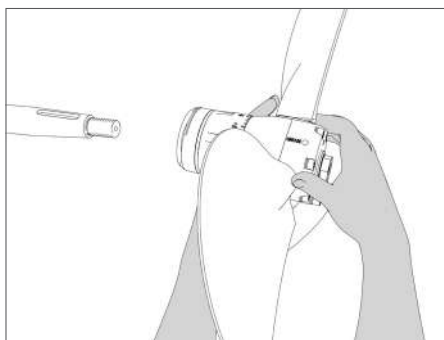
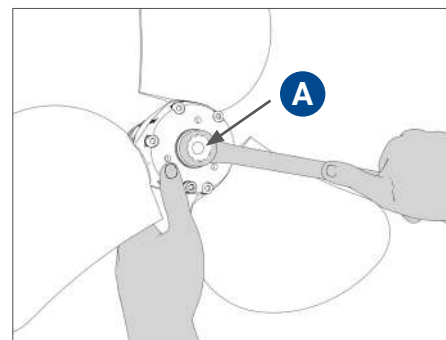

FIG. 6 | Inseririmento elica sull'asse
FIG. 8 | Avvitamento dado di serraggio
- Innestrare il gruppo elica sull'asse senza chiavetta (**Fig. 6 e 7**), tenerlo in posizione e avvitare il dado di serraggio **A** fino alla fine (**Fig. 8**).